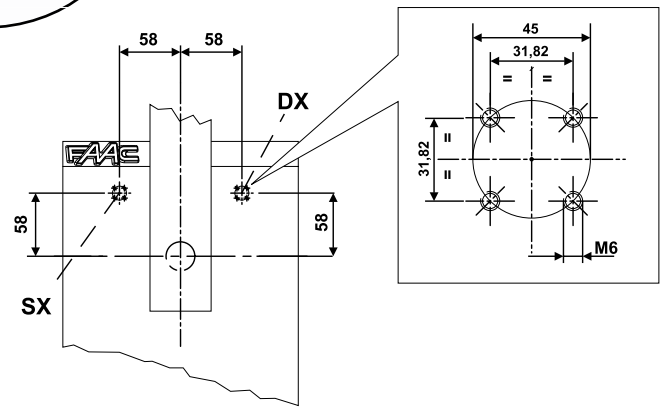

Fig. 4
**Achtung** : die Haube der Version 615 wird bereits in gelochtem Zustand geliefert. Für die Haube des Modells 620 werden die Bohrungen, soweit keine vorgebohrte Haube verwendet wird, unter Bezugnahme auf Abb. 4 ausgeführt.
**Let op** : De kap van de 615 wordt geleverd met de gaten er al in. Bij de kap 620 moeten er, als er geen reeds geperforeerde kap wordt gebruikt, gaten worden gemaakt overeenkomstig fig. 4.